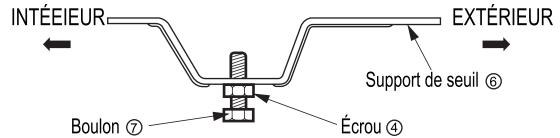

Fig. 3
3. Couper le sceau du sachet à la longueur appropriée. Retirer l'endos et fixer le Foam-PE au dessous de la fenêtre du sachet et du bas du cadre de la fenêtre (Fig 3)
(FENÊTRE) Fig. 3
- Assemblez le support de seuil ⑥ à l'aide des pièces illustrées dans la fig. 3 mais ne les serrez pas. (Fig. 3)